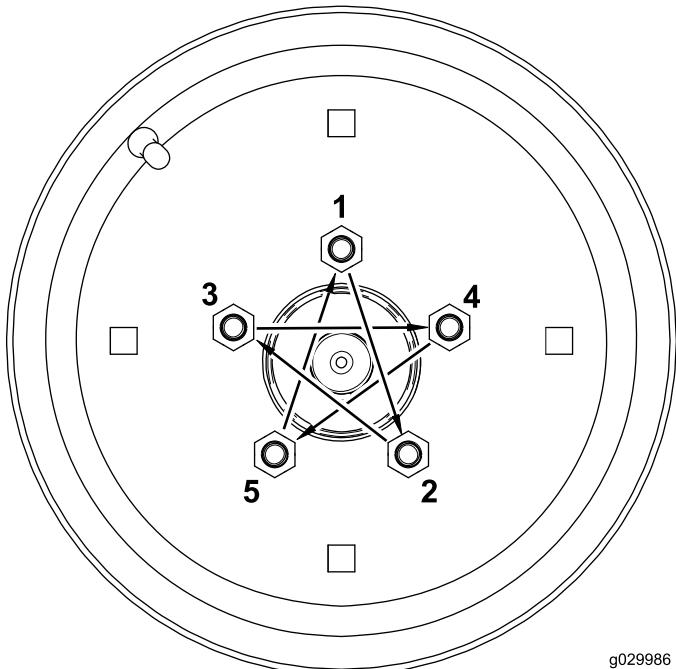

図 20
2. 以下の順序で、ラグナットを 101115N·m 10.411.8kg.m=7585ft-lb にトルク締めする図 20。